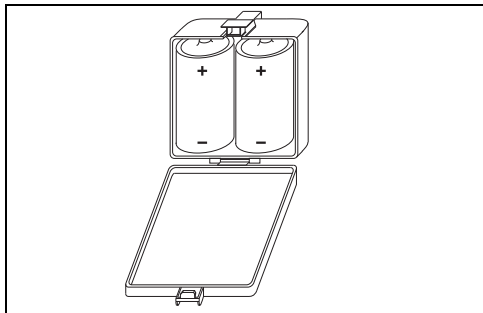

Fig. 3 Inserimento delle batterie
- ▶ Introdurre nell'apposito contenitore le batterie (Fig. 3) rispettandone la polarità.